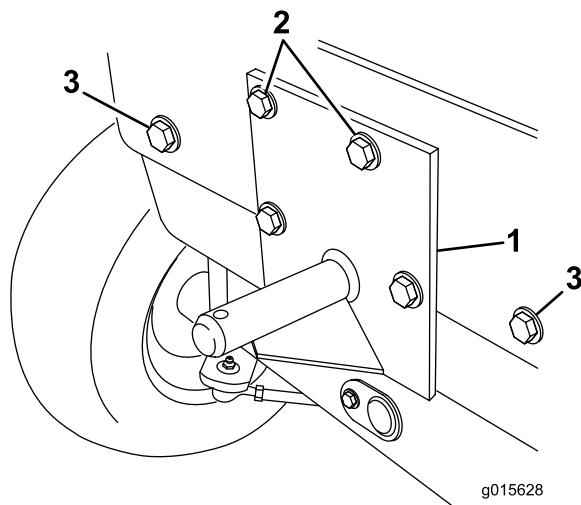

Figura 14
6. Coloque el soporte derecho de la tolva en el bastidor trasero, como se muestra en Figura 14, mientras alinea los 2 orificios inferiores con los orificios del bastidor. Con el soporte como plantilla, localice, marque y perfore los 2 taladros restantes ($9/16''$) en el bastidor trasero.
7. En los modelos 30343 y 30344 con números de serie 260000001 y superiores, instale dos pernos ($1/2'' \times 1\frac{1}{4}''$) (del kit) y los 2 conjuntos de arandelas de freno ($1/2''$) y arandelas planas ($1/2''$) que se retiraron anteriormente en los taladros del bastidor exterior para sujetar el peso interno (Figura 14).
soporte trasero de la tolva en el bastidor con 2 pernos ($\frac{1}{2}'' \times 1\frac{1}{4}''$), una pletina de montaje y 2 contratuerzas ($\frac{1}{2}''$) (Figura 14).
9. En unidades de tracción con número de serie 260000001 y superiores, Monte la parte superior del soporte trasero de la tolva en el bastidor con 2 pernos ($\frac{1}{2}'' \times 3''$), una pletina de montaje, 2 arandelas planas ($\frac{1}{2}''$) y 2 contratuerzas ($\frac{1}{2}''$), como se muestra en Figura 14.